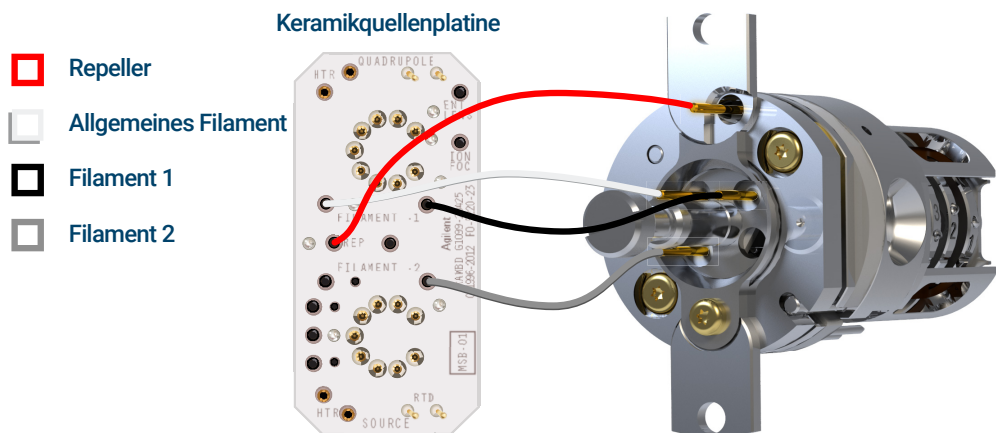

Abbildung 56. Verkabelung, die während der Installation oder Entfernung der Quelle angeschlossen/gelöst werden muss
- 1 Verwenden Sie eine Pinzette oder eine Spitzzange, um die Kabelverbindungen der Keramikplatine (rot, weiß, schwarz und grau) an den Verbindungsstücken der Quelle anzuschließen oder zu lösen. (Siehe **Abbildung 56**.)